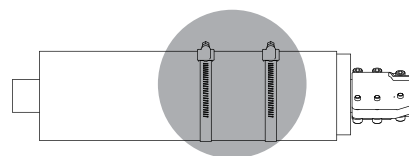

Рис. 42. Установите два хомута
8. Установите два хомута. См. рис. 42.